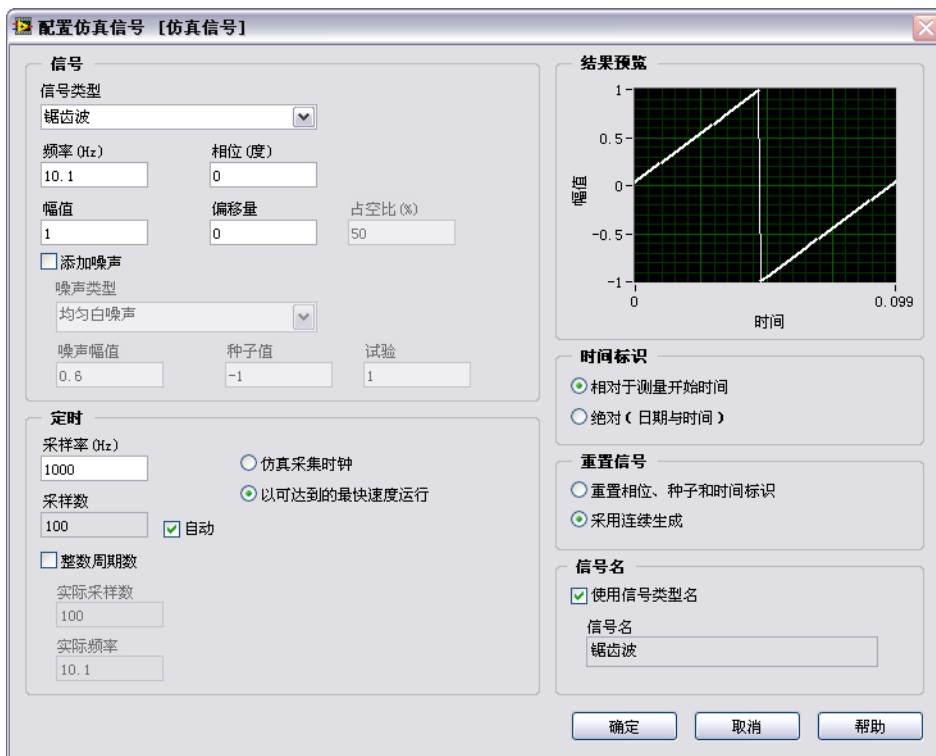

图 1-5 配置仿真信号对话框
**结果预览**区域中显示的波形为锯齿波。**配置仿真信号**对话框应如图 1-5 所示。